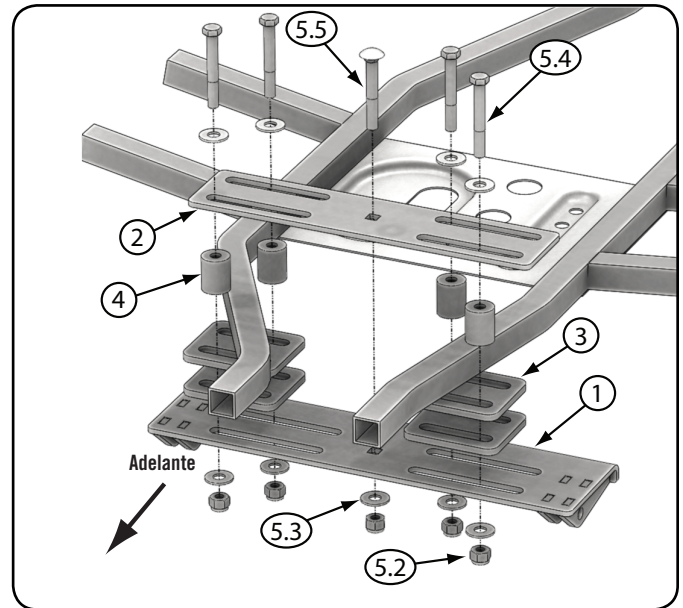

Figura 25 - Instalación del soporte híbrido en un Polaris Sportsman
4. Instale flojamente la placa de soporte superior (2), 4 placas espaciadoras (3) y la placa de soporte bajo (1) usando los espaciadores de goma (4), pernos (5.4) de  $\frac{3}{8}$  in. (9.5 mm), pernos de carruaje (5.5) de  $\frac{3}{8}$  in. (9.5 mm), tuercas (5.2) y arandelas (5.3) provistas con su soporte. Vea la figura 25.